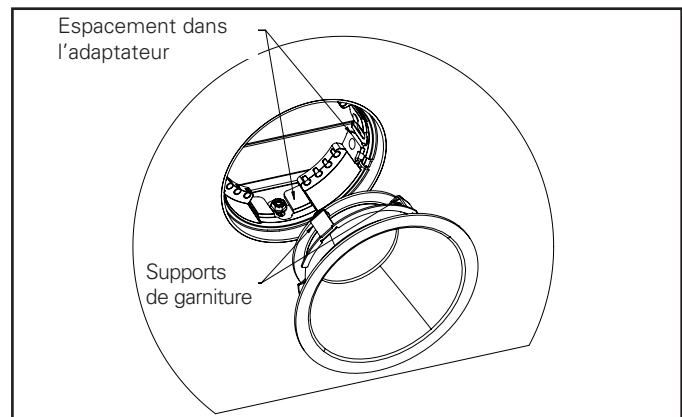

Figure 24.
8. Dans le cas d'une garniture haute pour plafonnier, alignez la garniture de manière à ce que le support de garniture ne nuise pas à l'adaptateur (consultez la Figure 24).